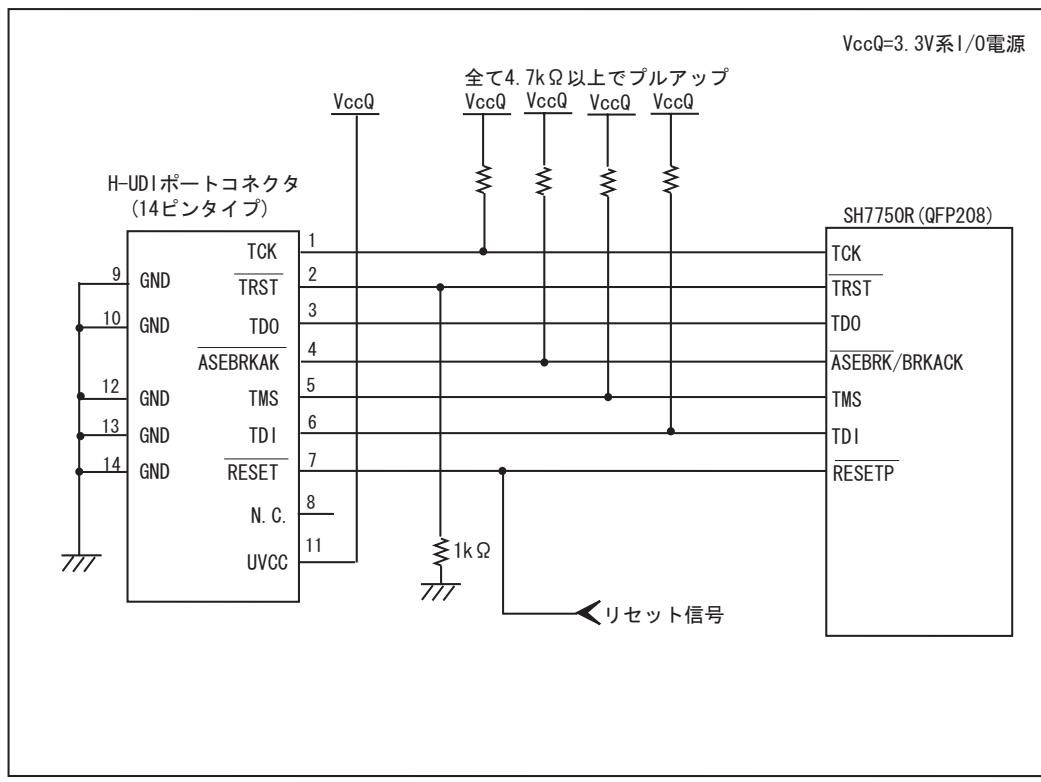
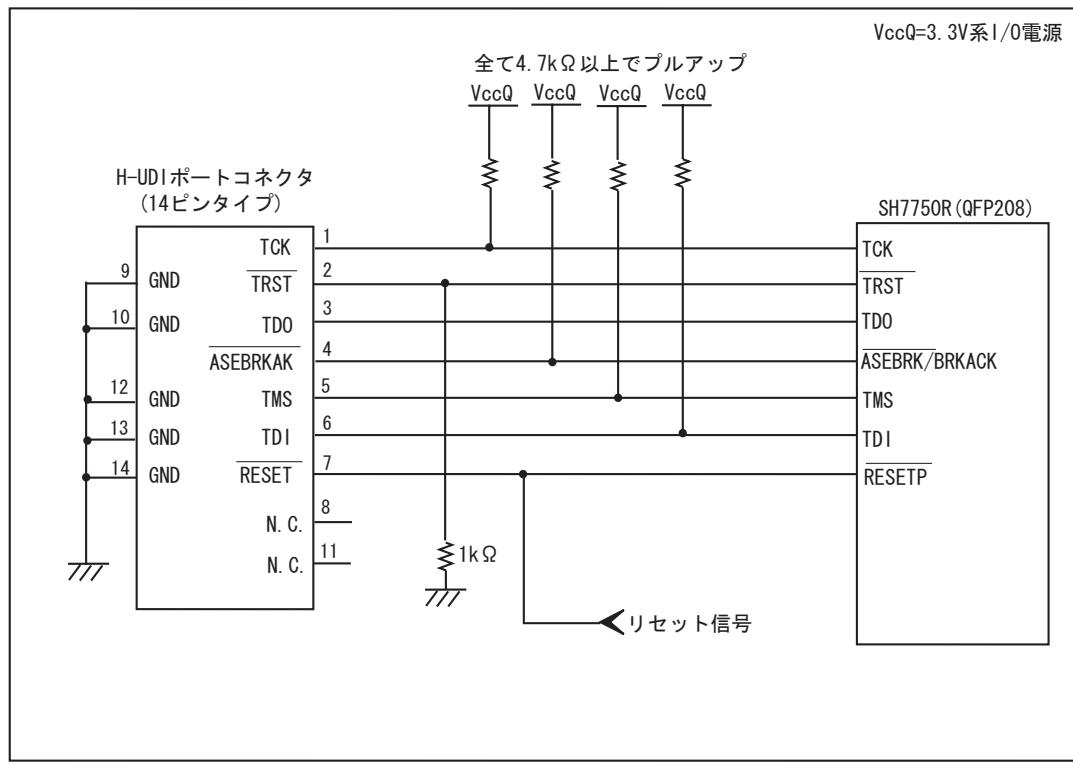

図 1.2 E10A-USB 使用時の H-UDI ポートコネクタ - チップ間の推奨接続例
図 1.3 E10A-USB 使用時の H-UDI ポートコネクタ - チップ間の接続例
E10A-USB エミュレータ使用時の H-UDI ポートコネクタとチップ間の推奨接続例を図 1.2、UVCC 未接続時の接続例を図 1.3 に示します。
5. 図 1.2、図 1.3 に記載されている抵抗値は、参考値です。
- 図 1.2 推奨接続例で回路を組んだ場合の E10A-USB エミュレータのスイッチ設定:SW2=1, SW3=1
- 図 1.3 接続例で回路を組んだ場合の E10A-USB エミュレータのスイッチ設定 : SW2=0, SW3=1 スイッチ設定の詳細は、「SuperH™ファミリ用 E10A-USB エミュレータユーザーズマニュアル 3.8 DIP スイッチの設定」を参照してください。